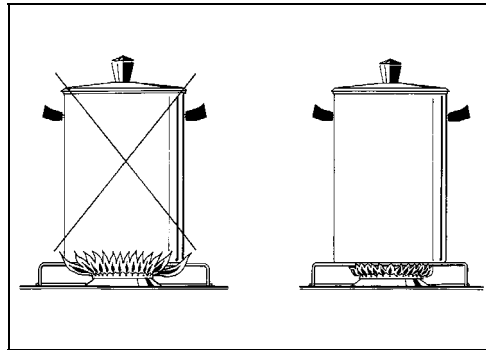

Fig.12
- Utilisez les casseroles appropriées pour chaque brûleur (voir la Fig. 12 et le Tableau B)